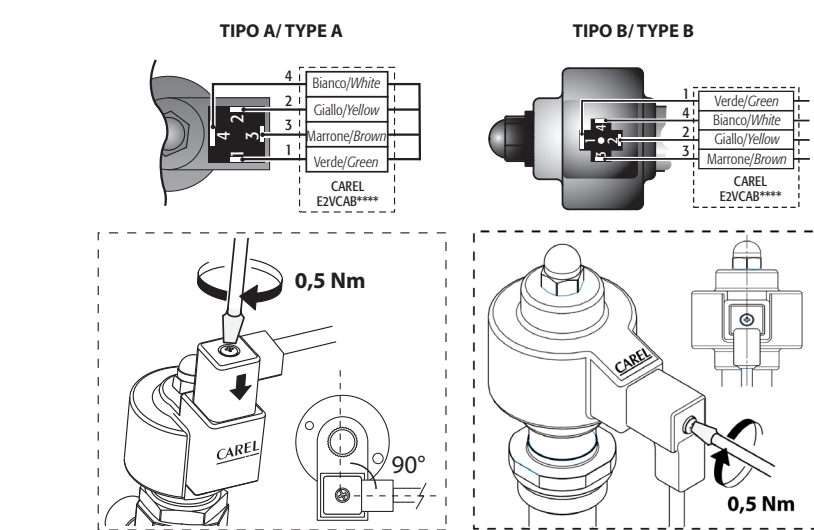

Fig. 3
7. collegare il connettore già cablato al motore passo passo nel relativo alloggiamento e serrare la vite con coppia di serraggio 0,5 Nm seguendo le indicazioni in Fig.3. Collegare a questo punto l'estremità quadrupolare del cavo nei relativi morsetti del Driver CAREL EVD*** o relativo controllo omologato CAREL ed impostare i parametri secondo il set riportato nella tabella sottostante.
7. Connect the pre-wired connector to the socket on the stepper motor and tighten the screw, applying a force of around 0.5 Nm, following the instructions shown in Fig. 3. Then connect the four-pin end of the cable to the corresponding terminals on the CAREL EVD*** driver or other approved CAREL controller, and set the parameters according to the values shown in the table below.